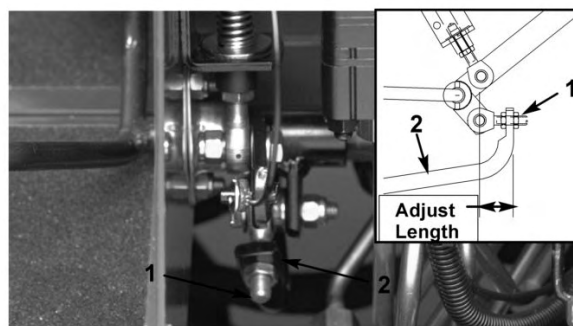

図 49
4. 前への動きを止めたい場合は、ポンプ・ロッドの端部にあるジャム・ナットを回してポンプ・コントロール・チューブ（図 49）を前へ動かす。後への動きを止めたい場合は、後へ動かす。